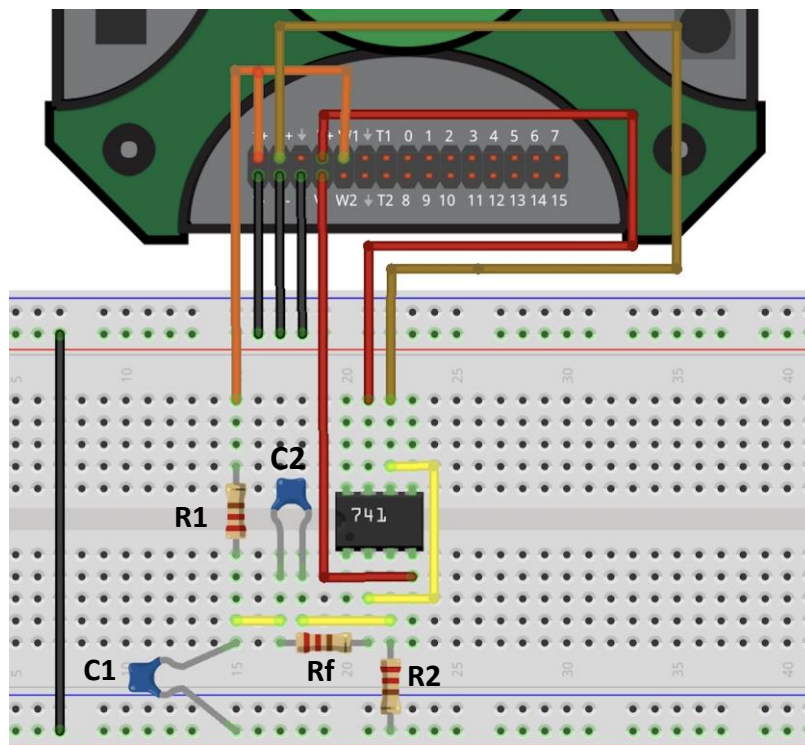

Figura 13 – Montagem em *Protoboard* do Filtro Passa Banda *Sallen-Key* Tipo 2
- v. *Obs:   importante que o amplificador operacional possua uma banda passante (BW) de pelo menos $10 f$;*
- c. Monte o circuito no *protoboard*. A Figura 13 pode ser usada como refer ncia para montagem, por m, atente-se para que os fios sejam os mais curtos poss veis. Observe que a sa da do gerador de forma de onda. (W1) est  conectada a entrada anal gica 1 (1+) do oscilosc pio e entrada do circuito (terminal do resistor R1) bem como a entrada anal gica 2 (2+) est  conectada na sa da do operacional (pino 6). A alimenta o do amplificador operacional   fornecida pelos pinos V+ e V- do *Discovery 2* e o GND interligado com o terra do circuito.